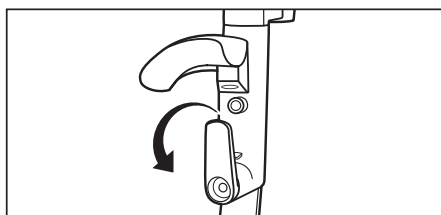

Imagen 3
- El Gancho Superior de Liberación Rápida del Cable gira para permitir un acceso rápido al cable de alimentación. Gire el gancho superior del cable hacia abajo y podrá soltar rápidamente el cable de alimentación al suelo sin desenrollarlo de los ganchos del cable (Imagen 3).